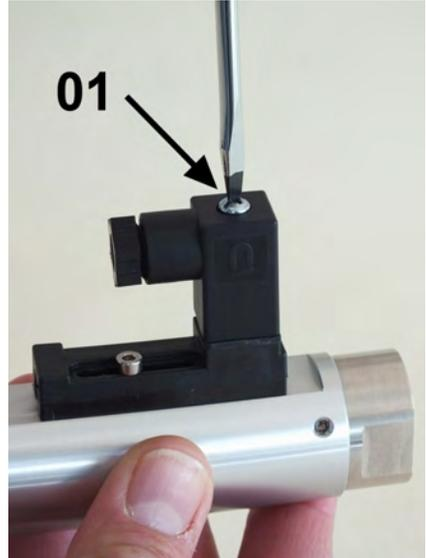

Abb. 53: Steckerdose lösen
1. ► Mit einem Schlitzschraubendreher die Befestigungsschraube (Abb. 53/01) der Steckerdose lösen